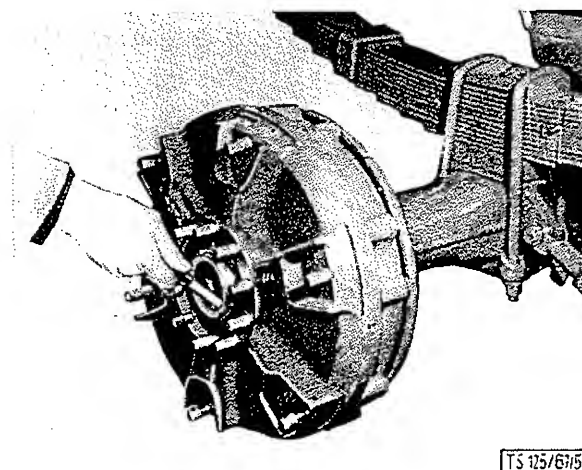

BILD 8: Ermittlung der Einstellscheibenstärke
6. Nun mit einer Fühllehre das Spiel zwischen Nutmutter und den bereits eingebauten Einstellscheiben messen (Bild 8). Der gemessene Wert wird in Einstellscheiben zugegeben, die Nutmutter festgezogen und gesichert.